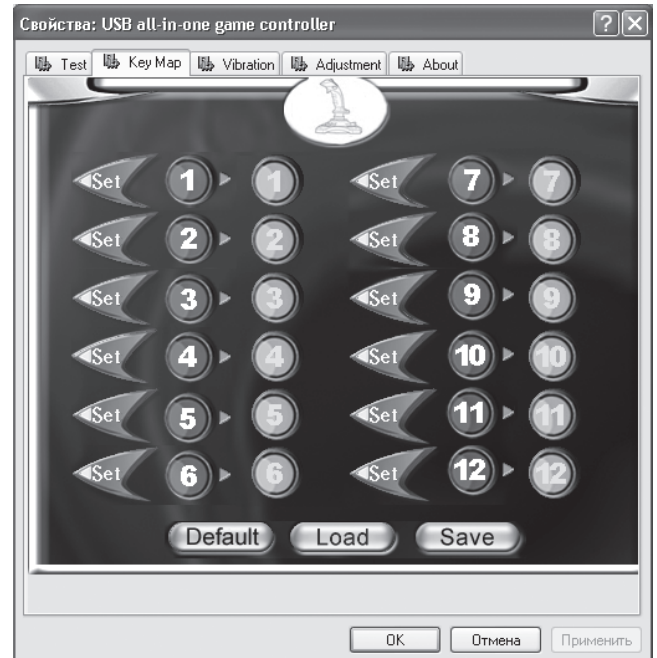

Рис. 6
- Перепрограммирование клавиш. Кликните кнопку меню «KeyMap» (рис. 6) в интерфейсе ПК для того, чтобы начать программирование кнопок в окне настроек; потом кликните кнопку «Set» перед цифровой кнопкой, которую вы хотите перепрограммировать, потом нажмите ту же кнопку, чтобы подтвердить перепрограммирование.